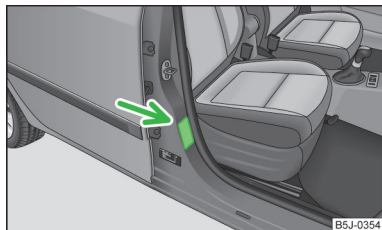

Fig. 118
- Este hecho lo indica también el adhesivo que se encuentra en la columna B en el lado del acompañante » **fig. 118**. El adhesivo es visible al abrir la puerta del acompañante. Para algunos países se pega el adhesivo en la visera parasol del acompañante.